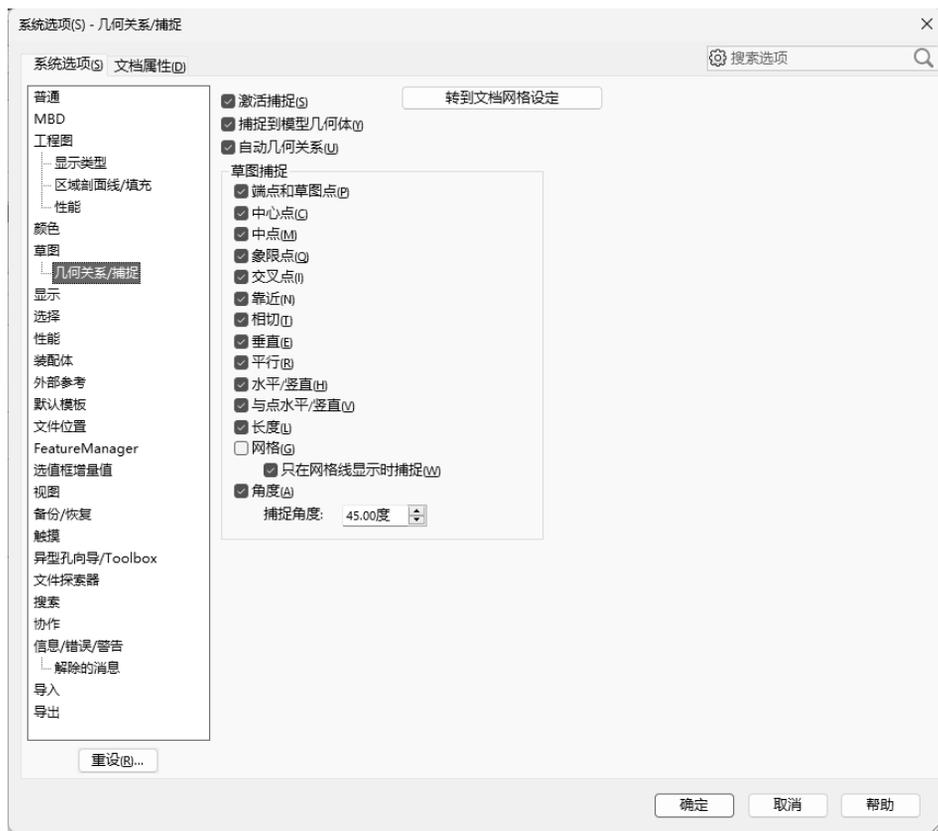

图 2-96 自动添加几何关系
- (1) 选择菜单栏中的“工具”→“选项”命令，打开“系统选项”对话框。
- (2) 在“系统选项”选项卡的左侧列表框中选择“几何关系/捕捉”选项，然后在右侧的区域中选中“自动几何关系”复选框，如图 2-96 所示。
- (3) 单击“确定”按钮，关闭对话框。